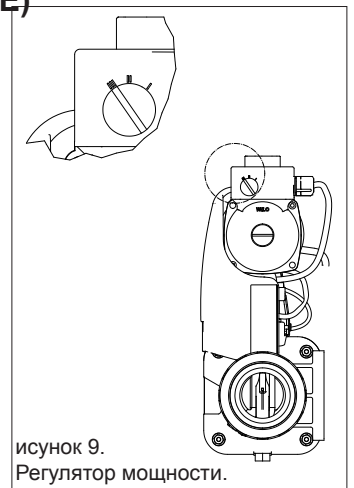

рисунок 9.
3. Установите максимальное значение мощности на циркуляционном насосе теплообменника Aqua-Mex FE (повернув ручку управления в положение III), см. Рисунок 9.
5. Включите теплообменник кнопкой «вкл./выкл.» (C).
Для достижения максимальной мощности циркуляционный насос устанавливается на максимальный уровень мощности См. Рисунок 9.